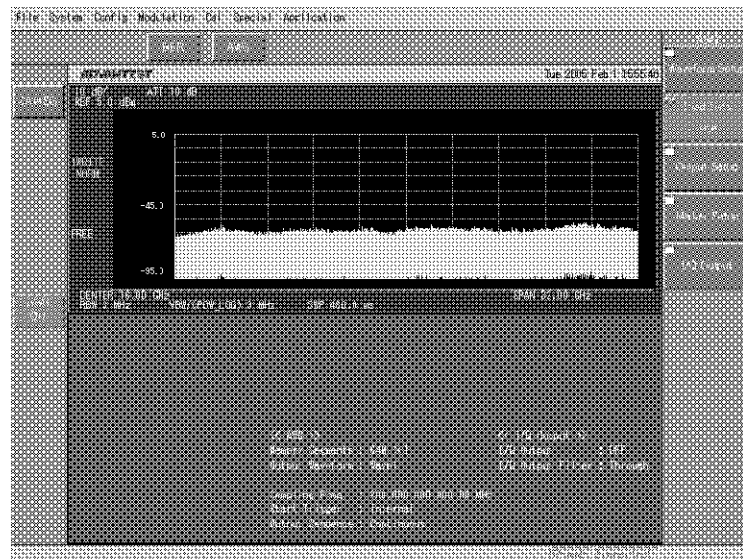

図 3-9 AWG 初期設定画面
6. 本器のメニュー・バーの **[Config]** ボタンをタッチし、ドロップ・ダウン・メニューの **[AWG Option]** を選択します。図 3-9 に示す画面が表示されます。
画面表示は、前回電源を切るときの設定状態により図 3-9 と異なります。